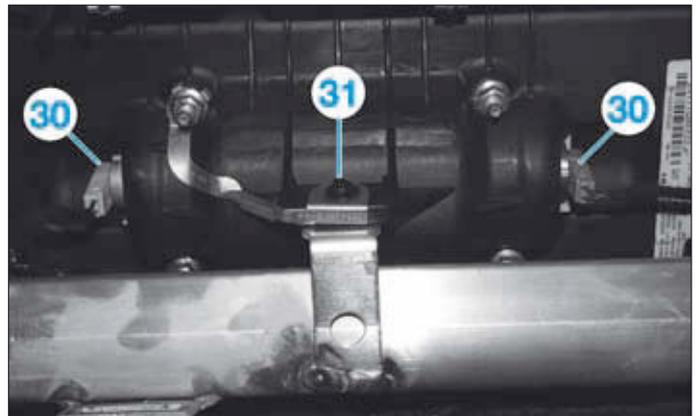

FIG. 32
- Débrancher les connecteurs (30) de l'airbag frontal passager (Fig.32).
- Déposer la fixation (31) de l'airbag frontal passager.